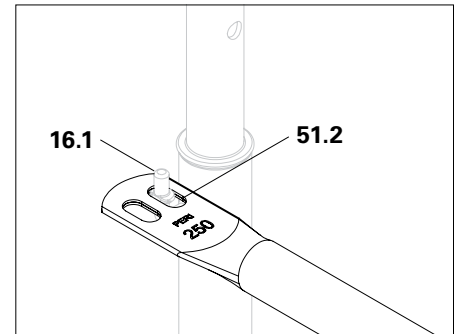

Abb. A3.02
2. Langloch (51.2) mit Geländerhaken (16.1) in Deckung bringen und aufstecken. (Abb. A3.02)